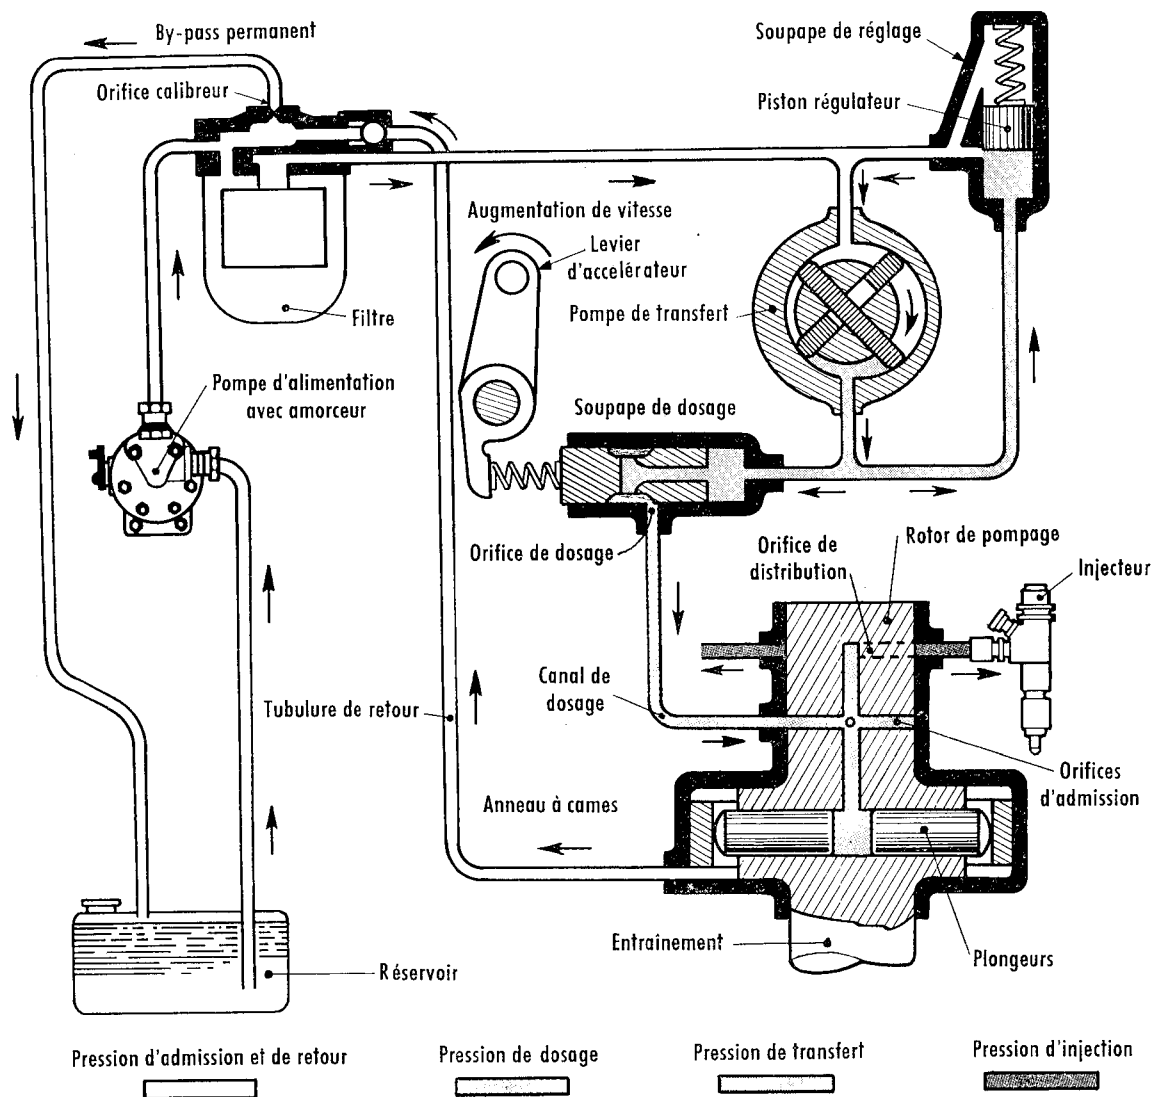

Fig. 6.
a) Le combustible pénètre dans la pompe à pression d'alimentation (fig. 6) puis, après passage par le filtre, il **arrive à la pompe de transfert**.
Elle est assurée par une soupape. Cette soupape, dont le rôle est double, est logée à l'intérieur du couvercle de la pompe de transfert (fig. 6, 8 et 9).
- à l'arrêt, elle permet au combustible de contourner librement la pompe de transfert et de la remplir (fig. 6),